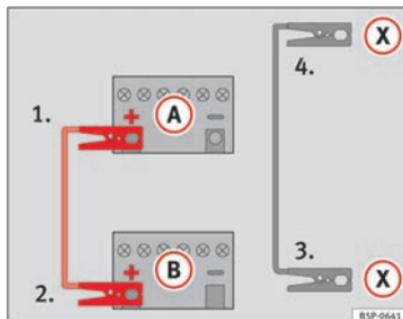

Abb. 173 Anschlussschema für Fahrzeuge mit Start-Stopp-System.
- **Bei Fahrzeugen mit Start-Stopp-System:** Klemmen Sie ein Ende des *schwarzen* Starthilfekabels (X) an einen geeigneten Masseanschluss, ein massives, fest mit dem Motorblock verschraubtes Metallteil oder direkt an den Motorblock an \Rightarrow Abb. 173.
5. Klemmen Sie das andere Ende des *schwarzen* Starthilfekabels (X) im Fahrzeug mit der entladenen Batterie an ein mit dem Motorblock verschraubtes massives Metallteil oder an den Motorblock selbst, aber an einer weit von der Batterie (A) entfernten Stelle an.